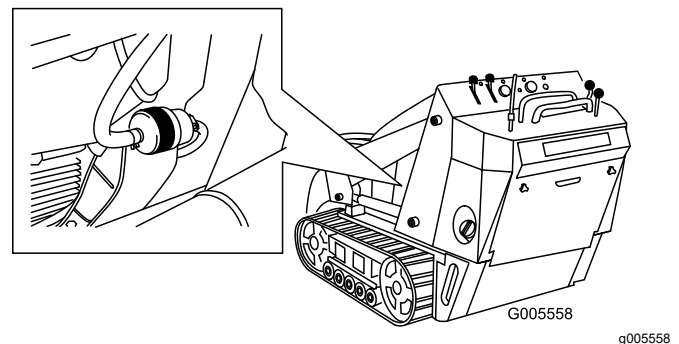

Figura 42
5. Bloccate i tubi del carburante su entrambi i lati del filtro (Figura 42).
6. Premete le estremità delle fascette stringitubo ed allontanatele dal filtro (Figura 42).